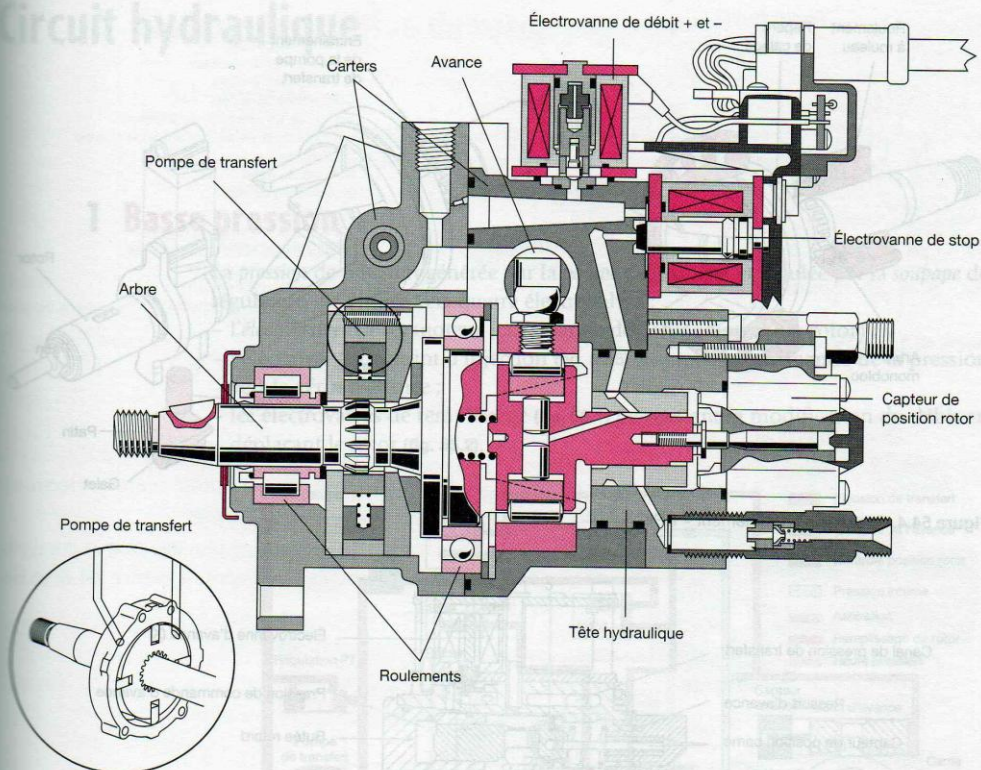

Figure 54.2. Pompe-injection « EPIC » modèle « IDI » (Doc. Delphi-Diesel)
- le circuit de pompage et de distribution haute pression (tête hydraulique) (fig. 54.2 et 55.2) ;